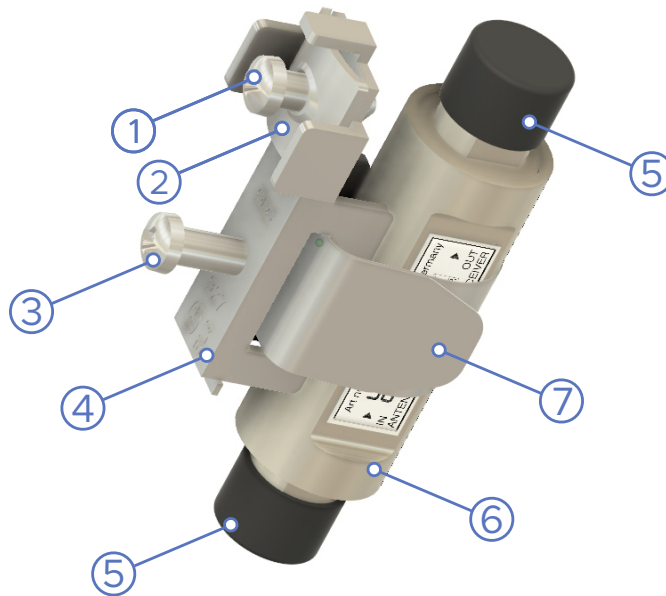

Abbildung 7.2: Komponenten des INA
1. Lösen Sie, falls nötig, die Schraube (3).
2. Führen Sie das Spannband (7) durch den Schlitz im Schellenkörper (4) und ziehen diesen soweit durch den Schlitz, sodass noch ausreichend Platz zur Durchführung des INA bleibt.
3. Führen Sie den INA (6) durch das gebogene Spannband (7) und platzieren ihn mittig vom Schellenkörper.
4. Ziehen Sie am Spannband, sodass es den INA fest umschließt (siehe Abb. 7.2).
5. Fixieren Sie den INA indem Sie die Schraube (3) festschrauben.